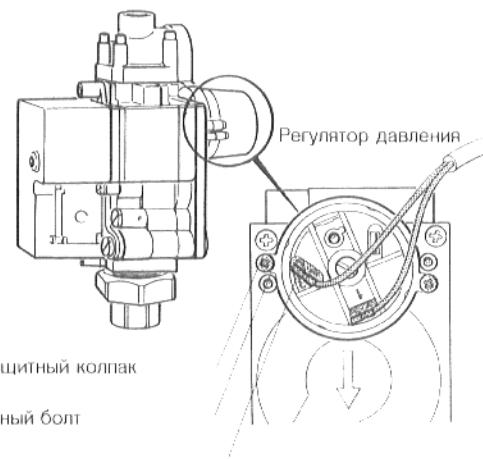

Рис. 31. Регулятор давления у "ВМ" 762-014
- ➊ Снять защитный колпак регулятора давления газа, ослабив оба болта. При этом снять плоский штекер (рис. 31).
- ➋ Снять регулятор давления, ослабив два стопорных болта (рис. 31). О-образное кольцо впоследствии опять употребляется